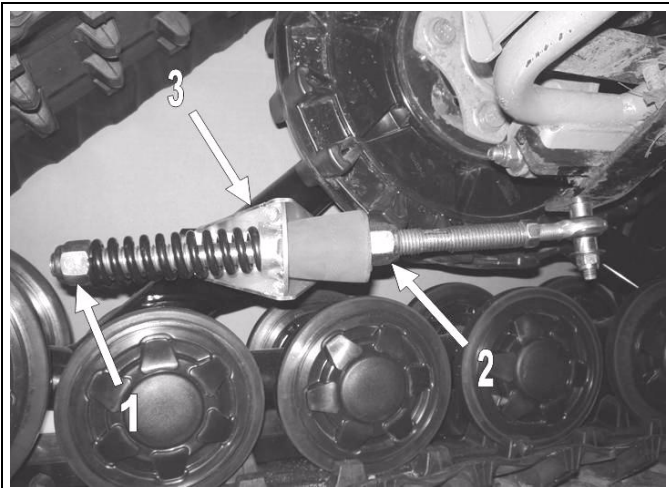

Abbildung 8
- Lösen Sie Überwurfmutter (1), die die Feder der Stabilisierungsstange zusammendrückt (siehe Abbildung 8).
- Drehen Sie Überwurfmutter (2) bis sie sowohl den Gummidämpfer als auch die Halterung (3) berührt. Drücken Sie den Gummidämpfer dann durch Drehen (1 Umdrehung) von Überwurfmutter (2) zusammen.
- Drehen Sie Überwurfmutter (1) bis sie die Feder berührt. Drücken Sie die Feder dann durch Drehen (1,5 Umdrehungen) der Überwurfmutter zusammen.